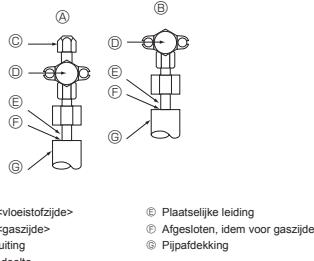

Fig. 5-4
5.4. Luchtdichtheid van de koelstofpijpen testen (Fig. 5-4)
- Als de druk in stap (2) of (3) terugloopt, is er een gaslek. Zoek het lek.